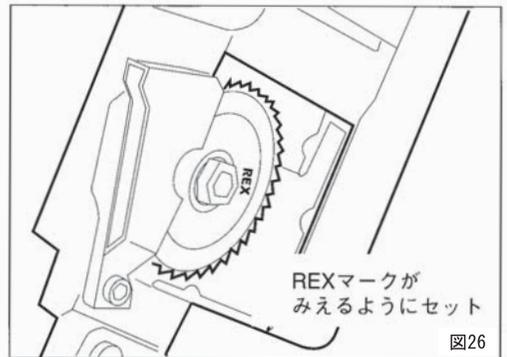

図26
- ④刃物の取付け方向はREXマーク及び文字が刻印されている面を表に向けて取付けてください。(図26)
- ⑤刃物の交換が終わったら、必ずカバーを取付け、止めねじをしっかりと取付けてください。